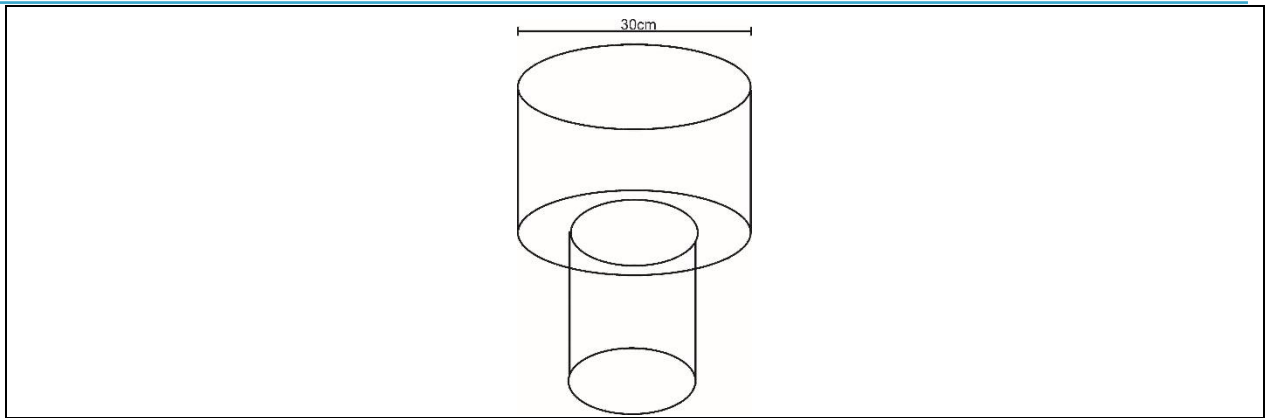

Figura 1 – Perfil da amostragem de solo realizado em duas etapas.
- Cavar com o trado até passar do horizonte A; Alargar o buraco com o trado o suficiente para aprofundar sem que as paredes desmoronem pelo contato com o trado (Foto 1A e Figura 1);